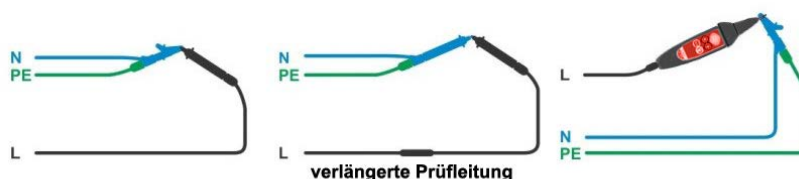

Abbildung 4.22: Kurzgeschlossene Prüflinge
- › Schließen Sie die Prüflinge am Prüfgerät an und schließen Sie die Prüflinge miteinander kurz, siehe **Abbildung 4.22**.